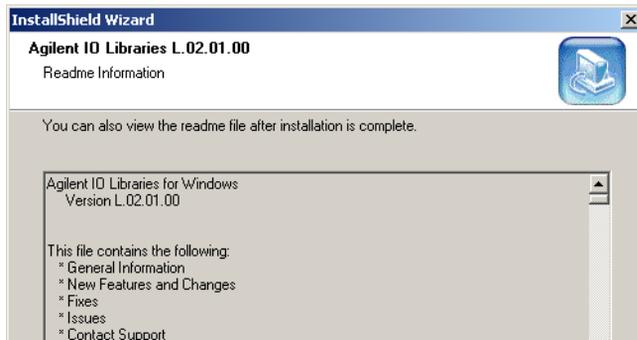

Figura 26 Finestra di installazione: Readme Information
- 3 Premere nuovamente **Next** mentre è visualizzato Readme Information (vedere la Figura 26).